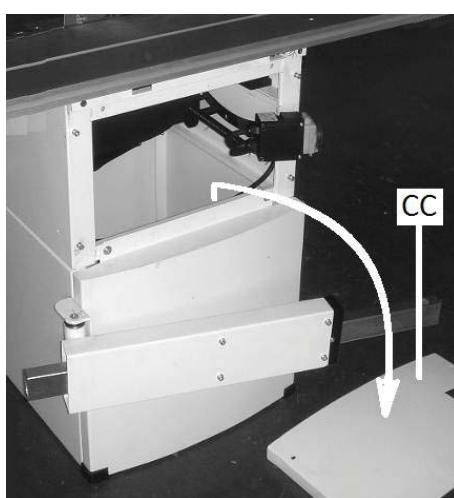

Рис. 25
- Отключите станок. Открутите болты и снимите переднюю крышку станка. (CC, рис. 25).
- Отключите станок. Снимите переднюю крышку станка.(CC, рис. 25). Снимите 2 шестигранный винта (рис. 27)